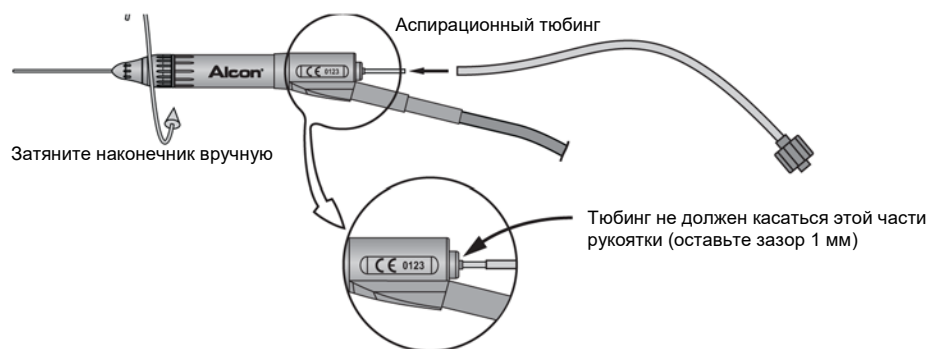

Рисунок 3-12 Короткий тубинг
5. Подсоединение аспирационного тубинга - Подсоедините синий разъем аспирационного тубинга кассеты к конусу Люэра короткого тубинга на рукоятке для витректомии (см. Рисунок 3-12). Нажмите клавишу «Следующий (Next)». Операционная медицинская сестра